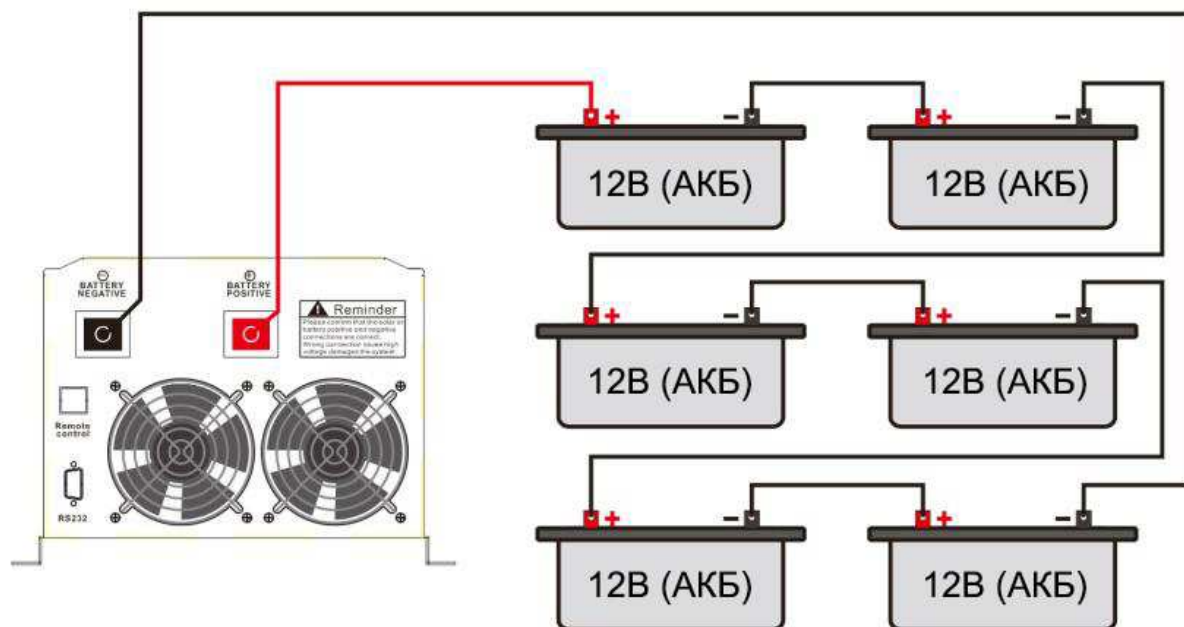

Рис.7
1.5 Схема подключения 72 В: (Рис.7)